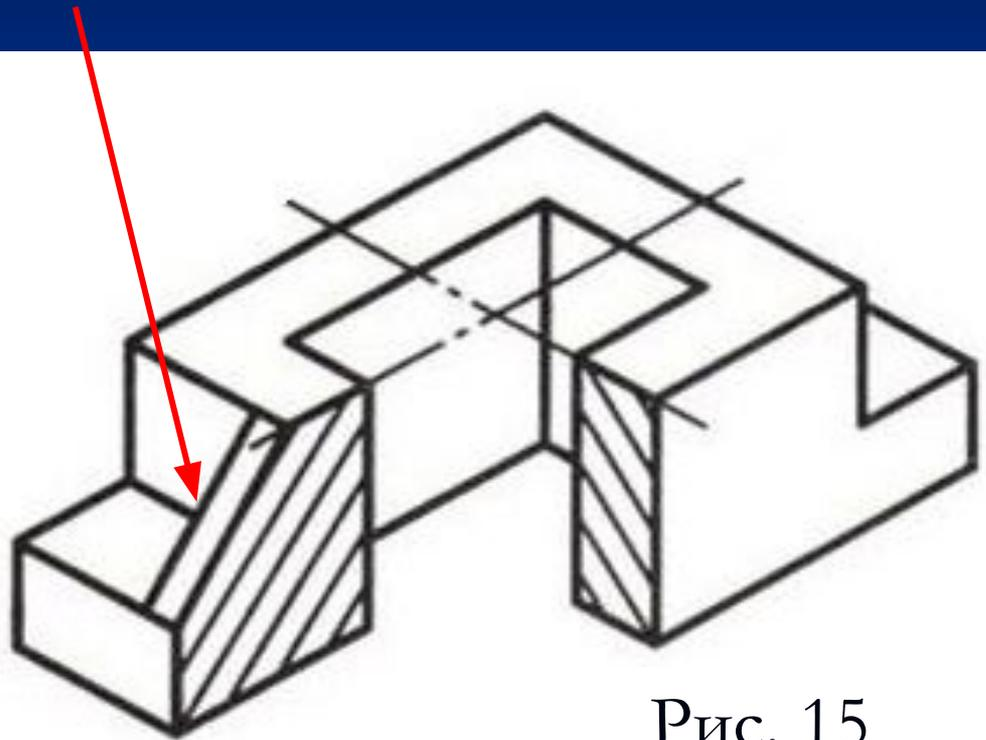

Рис. 15
- В аксонометрических проекциях спицы колес, ребра жесткости и подобные элементы, попавшие в разрез, **штрихуют** (рис. 15).